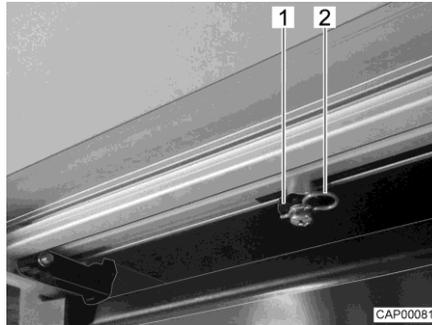

Bild 2 Antriebsstange (Eintrittsstufe)
- An der Unterseite der Eintrittsstufe beide Sicherungsclips (Bild 2,2) an den Antriebsstangen (Bild 2,1) abziehen.